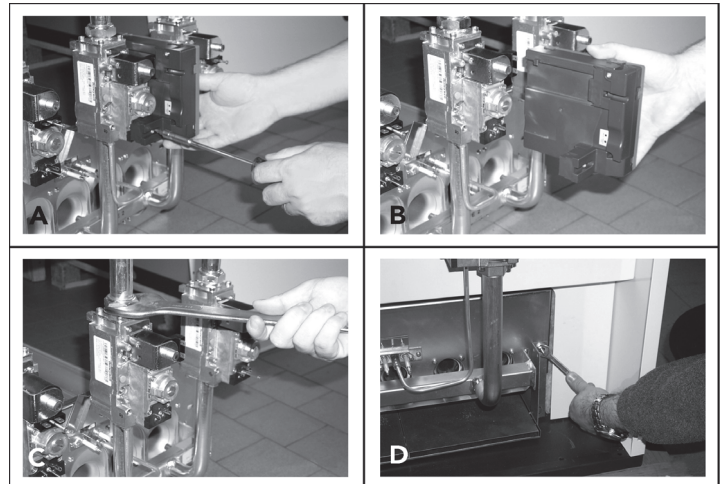

fig. 9 - Desmontaje y limpieza de los quemadores
- Desenroscar los dos tornillos que fijan las centralitas electrónicas de control de la llama a la válvula de gas (A - fig. 9) y desmontarlas de las válvulas gas (B - fig. 9).
- Desenroscar las tuercas que fijan el tubo de alimentación gas en posición previa a las válvulas gas (C - fig. 9).
- Desenroscar las dos tuercas que fijan la tapa de la cámara de combustión a los elementos en fundición de la caldera (D - fig. 9).